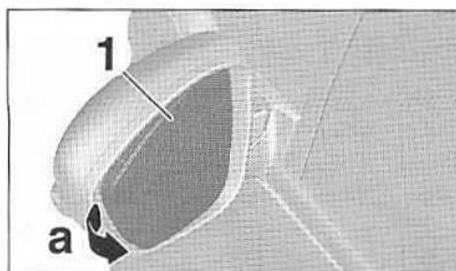

FIG.62
- Orienter au maximum la glace de rétroviseur (1) vers l'intérieur (Fig.62).